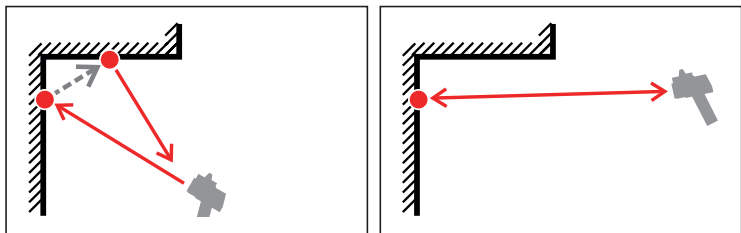

Fig. 15: Fonte de erros na medição (3)
- O raio laser produz vários pontos de reflexão sobre a superfície refletora, por ex., no caso de áreas convexas no interior ou em cantos (fig. 15).